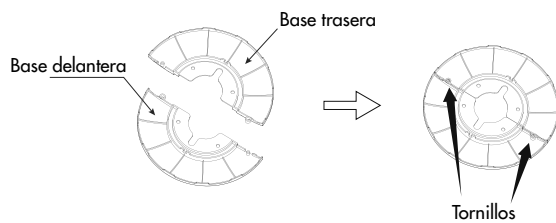

Fig. 1
- Enganchar la base delantera y la base trasera fijándolas con dos tornillos (Fig. 1)